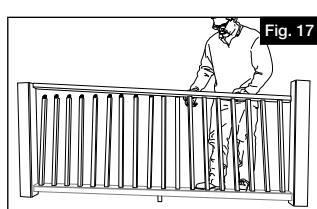

Fig. 17
- Placez le longeron supérieur pré perforé en position et alignez le haut des adaptateurs de balustre dans les fentes toupillées et enclenchez en place (Figure 17). Pour les balustres arrondis, assurez-vous que les sabots de balustres (vendus séparément) figurent sur les deux extrémités des balustres afin de les verrouiller correctement dans les sections de lisses.